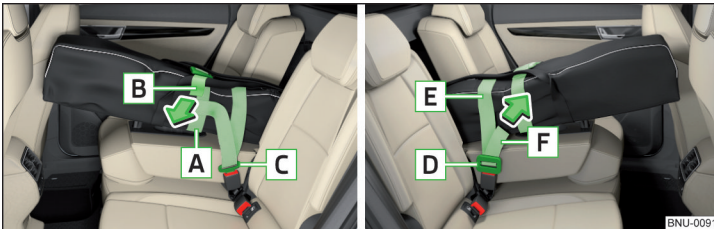

Abb. 125 Band anziehen / Sack sichern - VarioFlex
- Das Zugband **A** » Abb. 125 um die Skier **am Fuß** der Bindung positionieren und am freien Ende **B** in Pfeilrichtung festziehen.